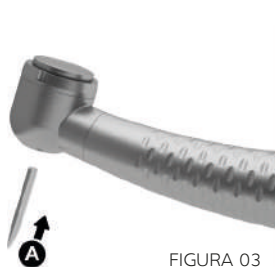

FIGURA 03
1. Encaixar a broca (A) no furo da pinça (FIGURA 03);